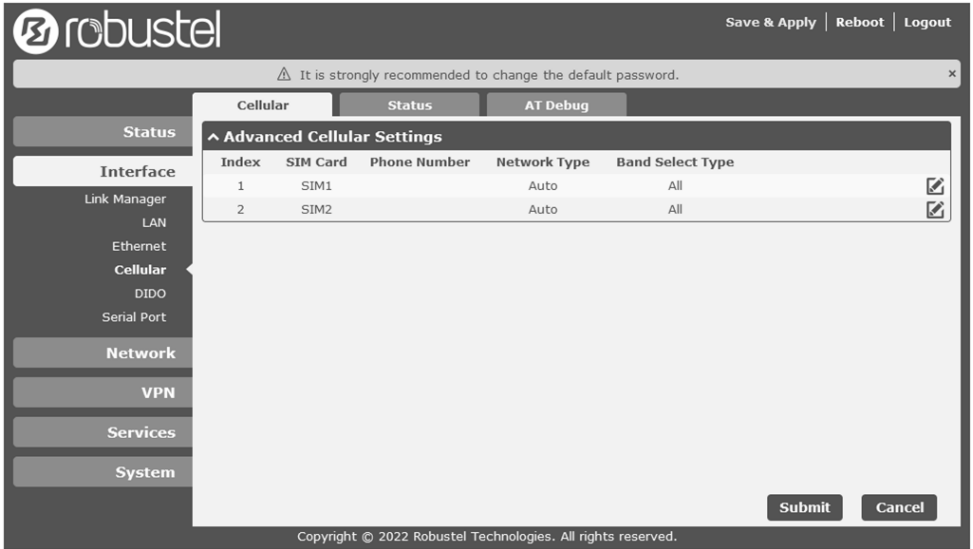

Рисунок 21 – Вкладка «Cellular» подпункта «Cellular»
3.5.13.26 В подпункте «Cellular» (рисунок 21) задать настройки для SIM1 и SIM2. Для редактирования параметров SIM-карт нажать кнопку .